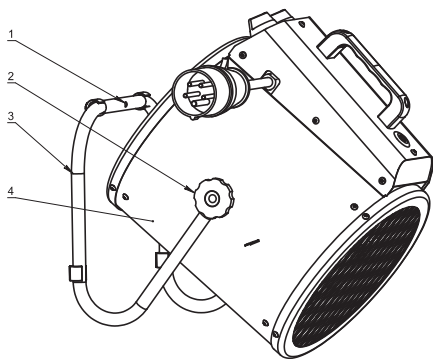

Рис. 3. Подготовка к работе
Для монтажа прибора на стену (Рис. 3) используются посадочные отверстия (1) Опоры (3). Регулировка угла наклона Корпуса (4) относительно стены осуществляется путем поворота Корпуса (4) относительно Опоры (3). Желаемое положение прибора фиксируется затяжкой Барашкового винта (2).